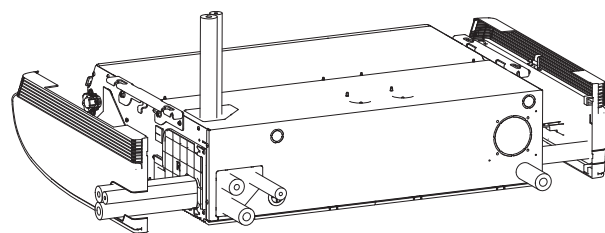

Рис. 3-18
- Места для подсоединения трубопровода хладагента показаны на рисунке внизу. (Трубопровод можно вывести в 3 направлениях.) (Рис. 3-18)
- * При прокладке дренажного шланга с левой стороны, см. Рис. 3-18, и выполните описанную выше процедуру для установки шланга. Установите на место снятую ранее резиновую пробку с правой стороны.